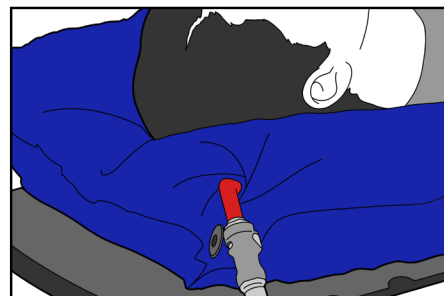

Fig. 9
3. Așezați pacientul pe pernă și începeți să scoateți aerul cu ajutorul vidului. Dacă este necesar, modelați perna în jurul pacientului. Perna trebuie să fie încă modelabilă, dar relativ tare (fig. 9).